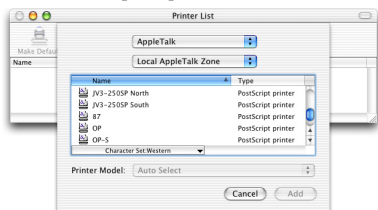

Рис. 2. Выбор принтера
6. Выберите принтер (см. рис. 2).